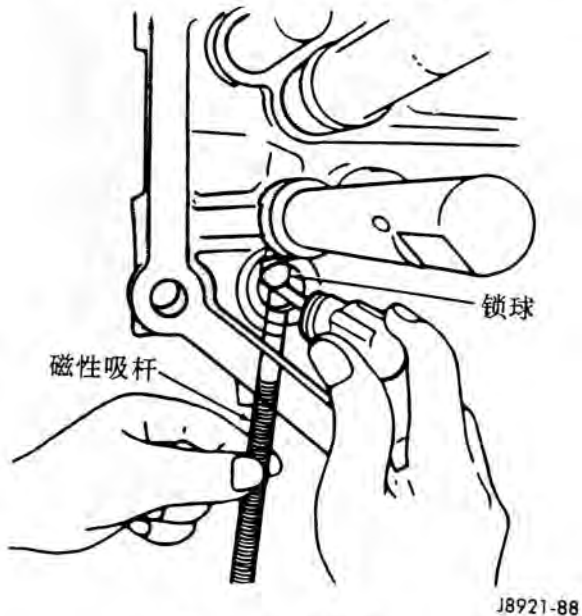

图 88 锁球的安装
(17) 用磁性吸杆和改锥安装拨叉轴锁球 (图 88)。
(18) 按照下列方法检查互锁操作: 向后移动 1[#]拨叉轴到挂一档位置。如果其它的拨叉轴不能移动, 则互锁操作工作正常。